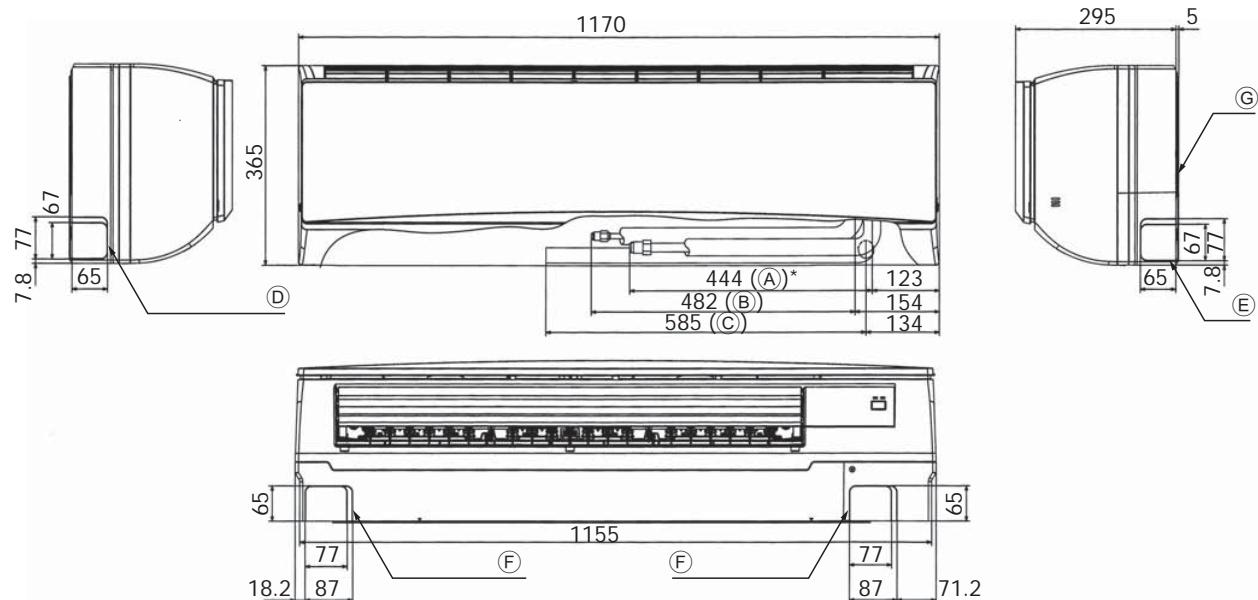

Fig. 4-2
4.2. Mise en place des tuyaux de r frig rant et d' coulement (Fig. 4-2)